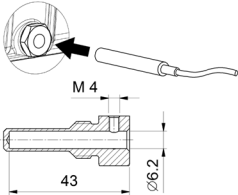

Рис. 1
- 4.8 **Установите на насосе датчик температуры внутри маслясливной пробки** (рис. 1) или непосредственно в контакте со смазочным маслом (заменив им маслясливную пробку) и подключите его к системе таким образом, чтобы включалась сигнализация и происходила блокировка насоса в случае выхода температуры